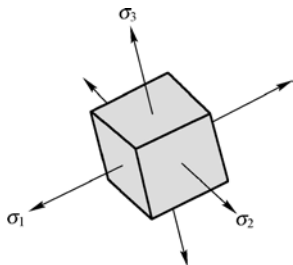

图 6-7 主应力示意图
3) 各方向主应力，主应变可以参考图 6-7 所示。其中 σ_1 为最大应力方向， σ_2 为中间应力方向， σ_3 为最小应力方向。